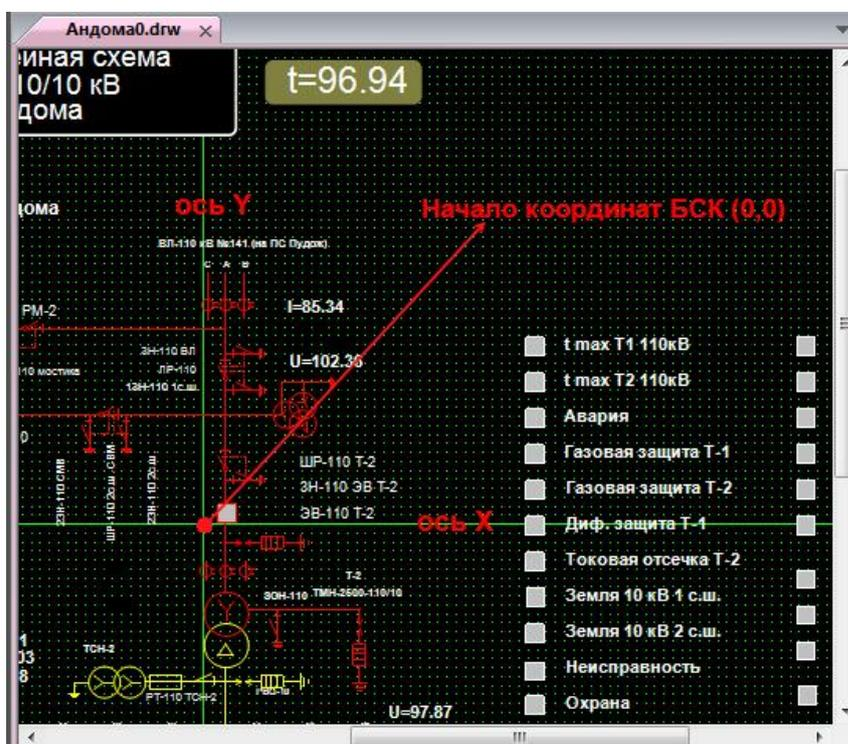

Рисунок 447 – Базовая схема с системой координат
4. Определить координаты базовой схемы и координаты элементов привязки. Координаты центра базовой схемы совпадают с началом координат (0,0) в БСК (рисунок 447). Если включить сетку в режиме редактирования на базовой схеме, то можно найти точку начала координат БСК.